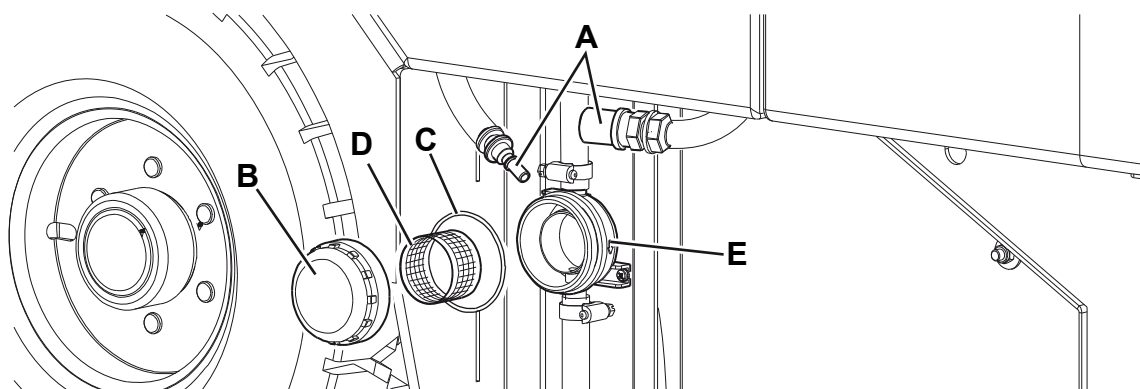

Figure 7
1. Amener la machine sur un sol plat et serrer le frein de stationnement en tournant en même temps la clé de contact (65) sur « 0 ».
2. Dégager le raccord rapide (A, Fig. 7) du réservoir.
3. Démonter le panneau gauche (2) pour rejoindre le filtre à eau (30).
4. Enlever le couvercle transparent (B) avec le joint (C), puis enlever le filet filtrant (D). Les nettoyer et les reposer dans le support (E).